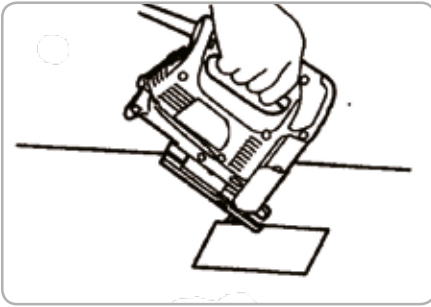

Fig.10
- 1. Înclinați mașina pe muchia din față a bazei cu lama poziționată chiar deasupra suprafeței piesei (Fig.10).